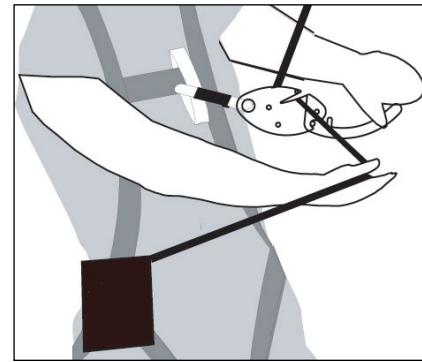

Figure 2 Attachement au harnais
- 3) Attachez l'appareil de descente Smartline au point d'attache avant du harnais (fig. 2 – nous recommandons de l'attacher au point d'attache le plus bas sur le harnais, s'il y en a un), avec le mousqueton vert. Assurez-vous que les deux mousquetons sont fermés.